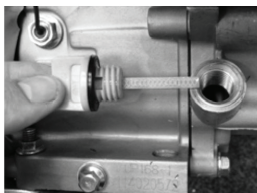

Рис. 14
2. Выкрутите пробку маслозаливной горловины (рис. 14)